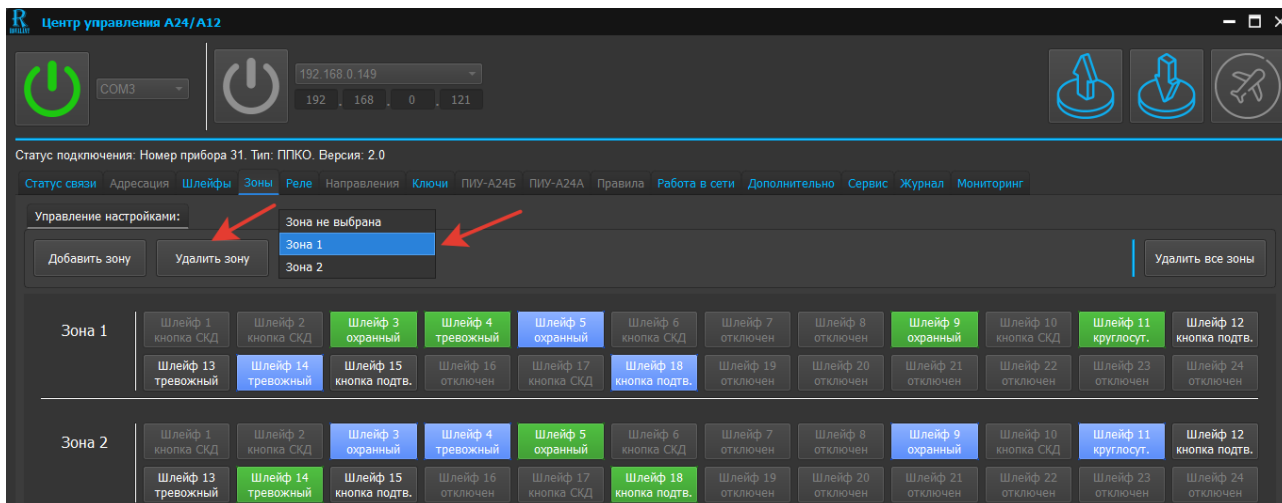

Рис. 37. Скриншот окна редактирования настройки «Удалить зону»
6.2.2 Редактирование настройки «Удалить зону» (см. рисунок 37)